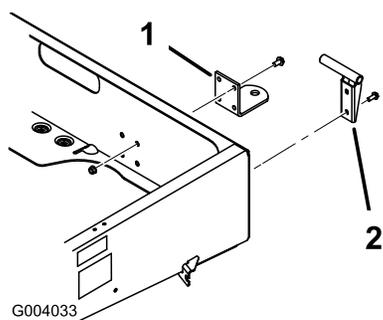

図 8
2. ヒッチとフレームの取り付け穴を整列させる。取り外したネジ類を使ってヒッチを取り付ける（図 8）。
2. 左ピボット・ブラケットをフレームの左後角に取り付ける（フランジ・ヘッドねじ (3/8 x 1 インチ) 2本を使用）。各ネジを 22 N.m にトルク締めする。ブラケットは図 8 のように組み付ける。